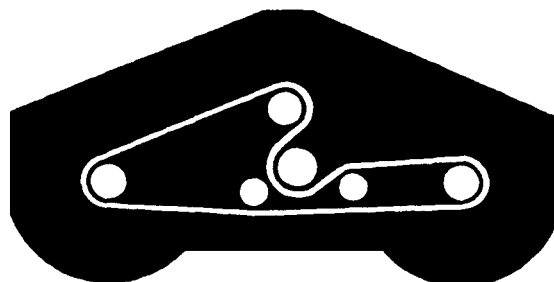

Fig. 14
5. Infilare la nuova cinghia attorno alle pulegge del fusello e nel gruppo puleggia tendicinghia, come illustra la Fig. 14.